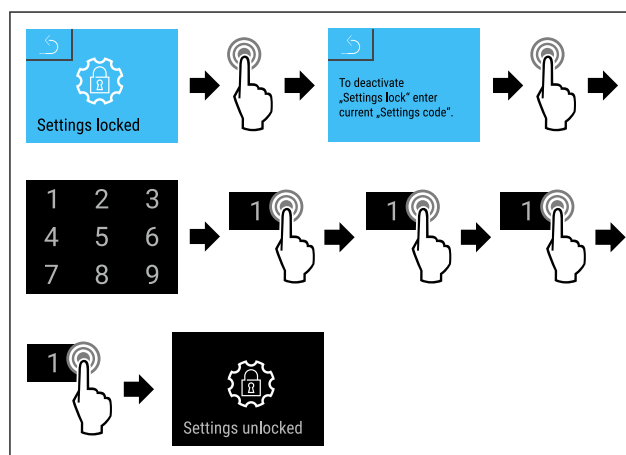

Fig. 89
- Handlungsschritte (siehe Fig. 89) durchführen.